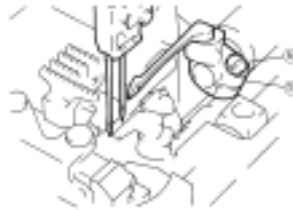

Fig. 9
To adjust, loosen screw (item 6) of looper holder (item 5) and move looper holder back or forth (see Fig. 9).
Para ajustar, afloje el tornillo (artículo 6) del soporte del Engazador (artículo 5) y mueva el soporte del Engazador de atrás a adelante y vice versa (vea Fig 9).